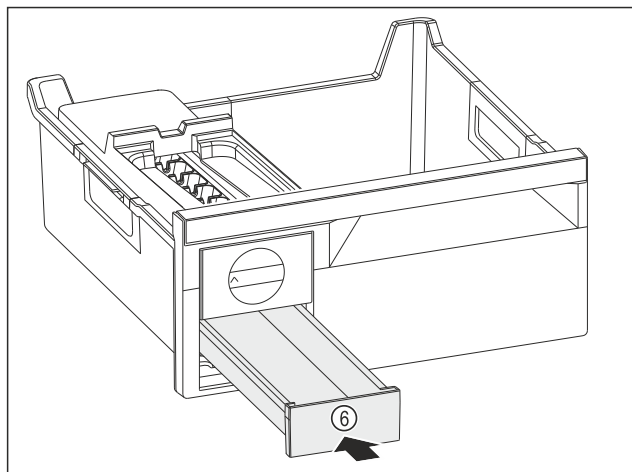

Fig. 109
- Insérer le compartiment à glaçons Fig. 109 (6).